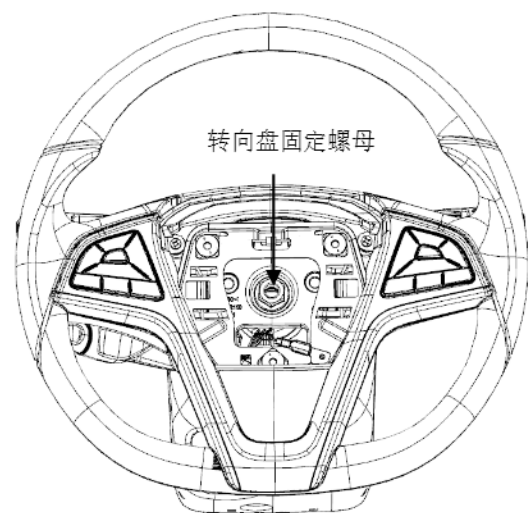

图 5-3
- ①脱开线束接头。
- ②使用 14#套筒拆下转向盘固定螺母，如图 5-3 所示。